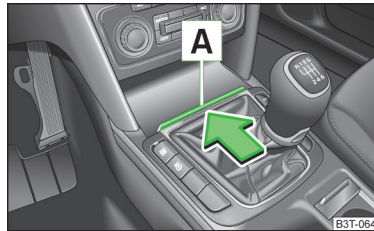

Abb. 67
➤ Auf die Deckelkante » Abb. 67 in Pfeilrichtung drücken.
- Den Aschenbecher öffnen » Abb. 67 auf Seite 76.